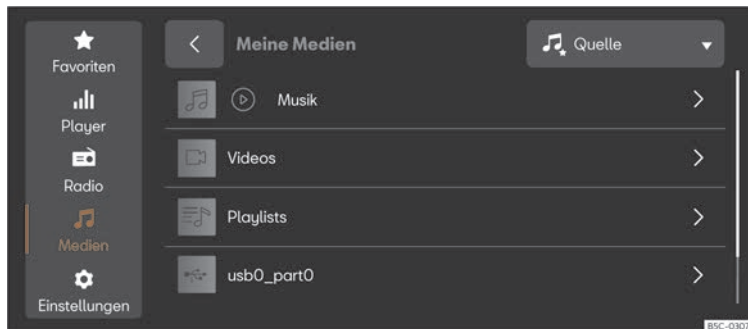

Abb. 181 Schematische Darstellung: Ansicht Medien.
- Drücken Sie **MENÜ** > > >>> (**Abb. 181**).